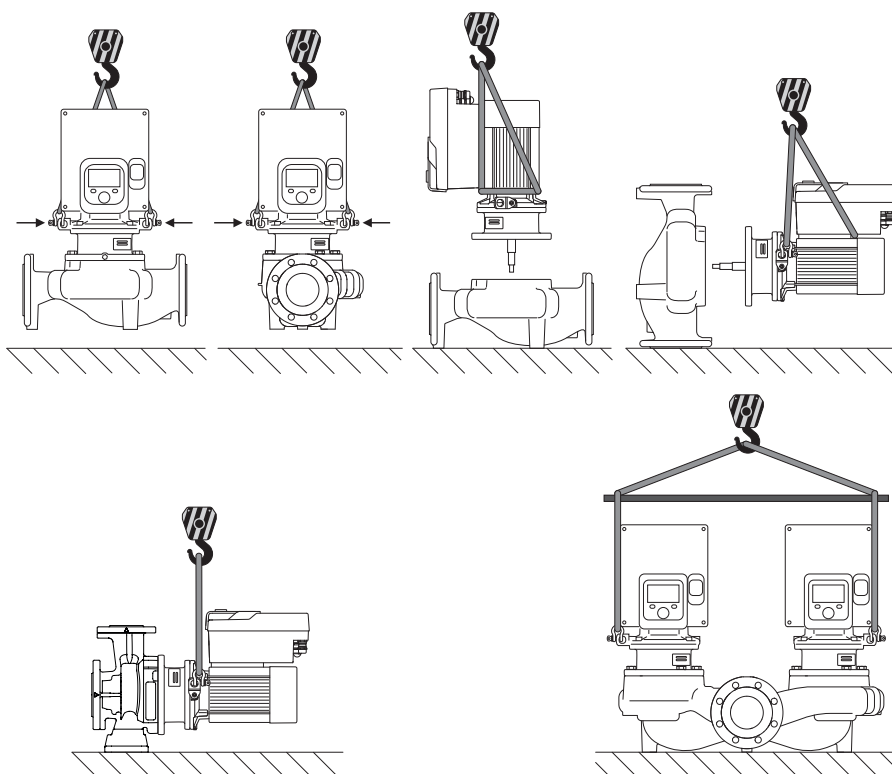

Fig. 6: Sentido de elevação
O transporte da bomba tem de ser efetuado com meios de suporte de carga autorizados (p. ex., bloco de polias, grua, etc.). Os meios de suporte de carga devem ser fixados aos olhais de elevação fornecidos no flange do motor. Se necessário, deslizar os laços de elevação por baixo da placa de adaptação (Fig. 6).
1. Deixar dois olhais de transporte (Fig. I, pos. 30) no flange do motor.
2. Para proteção, fixar a unidade de impulsor motor (Fig. 4) nos olhais de transporte com meios de elevação adequados. Para evitar que a unidade se incline, colocar um laço de cinto à volta do motor e adaptador do módulo eletrónico, como mostra a Fig. 6. Durante a fixação, evitar danos no módulo eletrónico.
3. Desapertar e retirar os parafusos (Fig. I/II/III/IV, pos. 29).